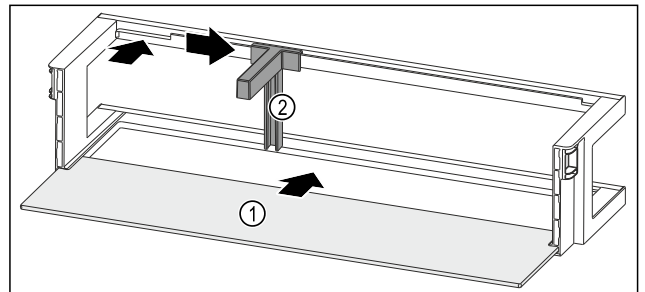

Fig. 232 带搁板的门边存放架
- ▶ 将搁板 Fig. 232 (1)推入侧面凹槽。
- ▶ 将瓶托 Fig. 232 (2)装入槽中。
- ▶ 将瓶托 Fig. 232 (2)推至一侧的所需位置。